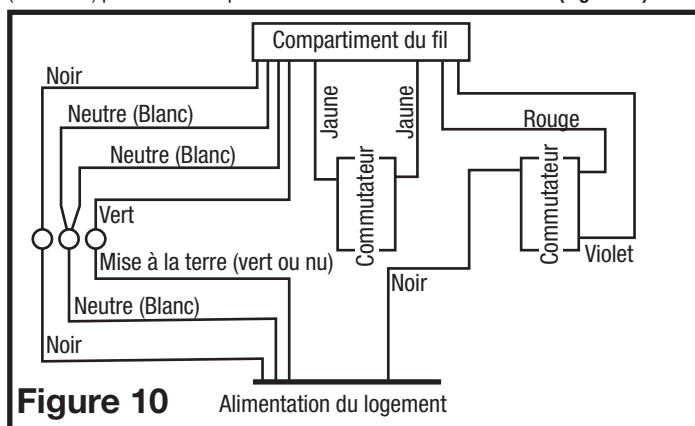

Figure 10
3. Fixez les fils électriques au logement avec une prise électrique approuvée. Pour les ventilateurs à deux vitesses, raccordés pour une ventilation continue, connectez les fils blanc du ventilateur au fil blanc (neutre) de la source d'alimentation. Connectez le fil de terre de la maison au fil vert du boîtier du ventilateur. Connectez le fil noir du ventilateur au fil noir (chaud) de la source d'alimentation. Le ventilateur fonctionnera à faible vitesse, en continu, et augmentera à haute vitesse lorsqu'un mouvement est détecté. Utilisez un interrupteur à bascule standard duplex, correctement mis à terre (comme Leviton 5224-2W, non inclus) pour relier le fil noir de la source d'alimentation à un côté de l'interrupteur du haut et du bas. Connectez le fil rouge (lumière) du boîtier du ventilateur à l'autre côté de l'interrupteur du haut et connectez le fil violet (veilleuse) du boîtier du ventilateur à l'autre côté de l'interrupteur du bas. Un interrupteur à commande manuelle (non inclus) peut être utilisé pour éteindre manuellement le ventilateur (Figure 10).